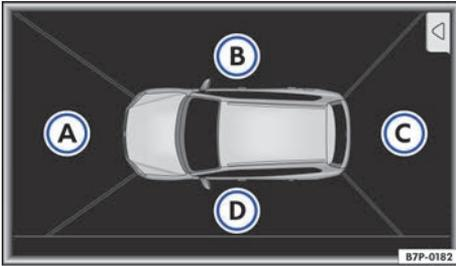

Fig. 191 Visualización del sistema de visión periférica: perspectiva aérea.
Se puede escoger entre cuatro vistas diferentes → fig. 191:
Activando la visualización de las imágenes de todas las cámaras se genera la perspectiva aérea  → fig. 191. La perspectiva aérea se puede seleccionar pulsando sobre el *vehículo* dentro de la zona → fig. 192 Ⓐ.
Pulsando sobre las distintas áreas → fig. 191 Ⓐ a Ⓓ de la perspectiva aérea o de la perspectiva aérea reducida → fig. 192 Ⓐ, se puede seleccionar la visualización de la imagen de la cámara correspondiente.
- **Perspectiva aérea (vista de pájaro):** para obtener una vista panorámica del vehículo , también en las incursiones campo a través . La perspectiva aérea ocupa toda la pantalla → fig. 191.
Conexión manual de la visualización: Pulse la tecla → fig. 193. En la pantalla del sistema de infotainment se muestra la perspectiva aérea → fig. 191. Si se pulsa la tecla circulando a más de 15 km/h (9 mph) no se mostrará la imagen.